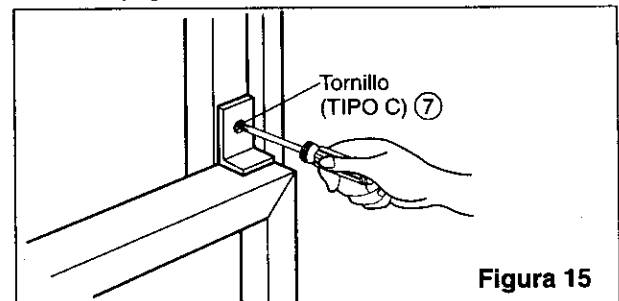

Figura 15
- 15** Corte la cinta de espuma para que tenga la longitud correcta e insértela entre el marco superior de la ventana y el marco inferior de la ventana. (Figura 15)